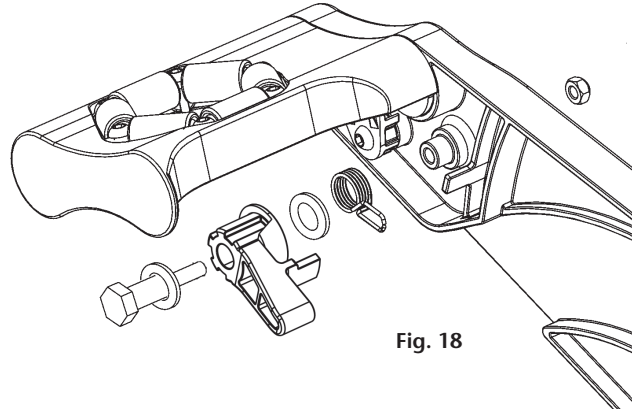

Fig. 18
1. Remove the nut that fixes the latch (fig. 18).
1. Quite la tuerca que une el trinquete con el brazo del enrollador (fig. 18).
1. Retirer le boulon qui fixe le cliquet sur le bras de l'enrouleur (fig. 18).